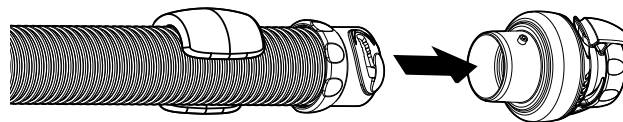

Figure 6
1. Raccorder la valve de régulation du débit à la première section du flexible. La première section est celle qui comporte un flotteur en mousse préalablement installé (Figure 6).